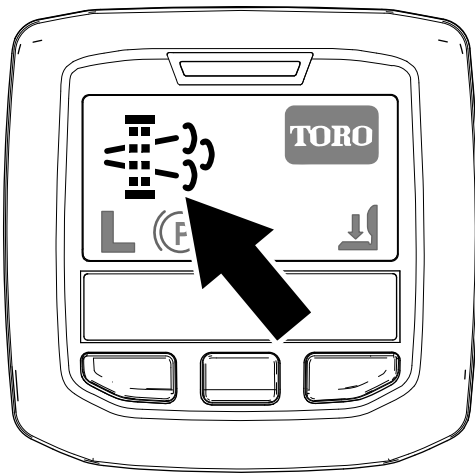

Figura 27
- El icono de regeneración con la máquina aparcada aparece en el InfoCenter (Figura 27).